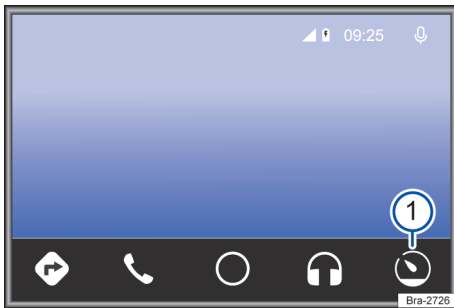

Fig. 124 Menú Android Auto™.
- Para operar Android Auto™, tocar el botón de función **☰**, → fig. 124 **1**.